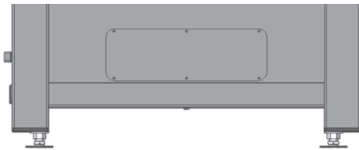

Figure 6b
1. Démontez le couvercle d'obturation avec le joint. Pour cela, il faut desserrer 6 vis (**figure 6b**).
3. Montez le couvercle d'obturation avec le joint sur le côté opposé à l'aide de 6 vis (**figure 6b**).
2. Montez le couvercle d'obturation avec le joint et 6 vis sur le côté souhaité (**figure 6b**).